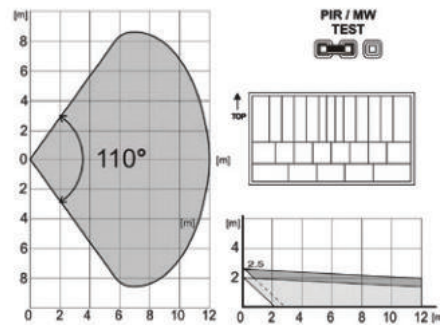

Abb. 2: Die Eigenschaften der Abdeckung können durch den Gebrauch einer anderen Linse verändert werden:
Der PIR-Melder ist mit einer Linse mit einem Erfassungsbereich von 110°/12 m ausgestattet. Erfassungsbereich – siehe Abb. 2. Überprüfen Sie die Erfassung mit dem Jumper (8) in „PIR“-Stellung. Bewegungen werden durch eine rote LED angezeigt.